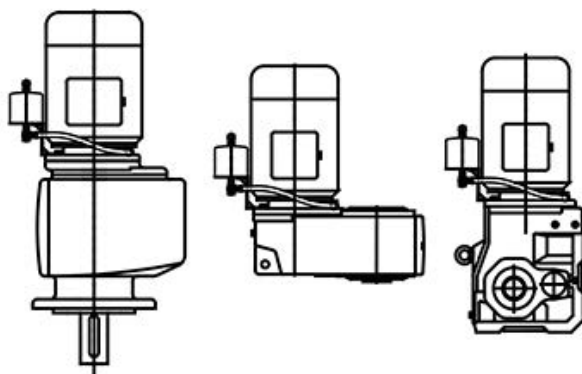

Figura 18: posizione del serbatoio di espansione dell'olio
Il serbatoio di espansione dell'olio deve essere montato in posizione verticale con il raccordo del tubo flessibile rivolto verso il basso e la vite di sfiato in alto. Il serbatoio deve essere montato nella posizione più alta possibile, tenuto conto della lunghezza del tubo flessibile. L'immagine Figura 18 mostra alcune posizioni consigliate per il serbatoio di espansione dell'olio. Si tenga presente che la forma costruttiva M4 con morsetteria in posizione 2 non consente il montaggio di un serbatoio di espansione dell'olio.
2. Montare il serbatoio di espansione dell'olio come illustrato in Figura 18. Posizionarlo in modo che sia parallelo all'albero motore.